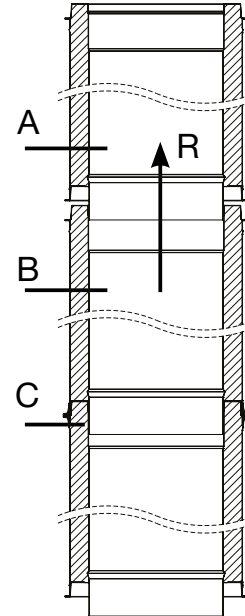

Fig.1
De montagerichting moet gerespecteerd worden zoals aangeduid op Fig.1. In de richting van de rookgassen "R" moet het hoger gelegen element (A) op het ondergelegen element (B) geschoven worden.